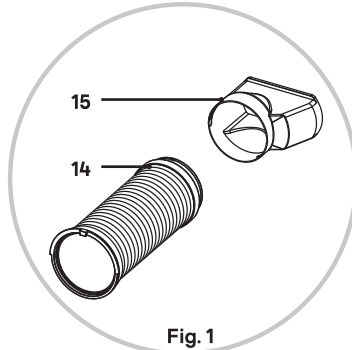

Fig. 1
2. Étendre le tuyau d'évacuation d'air chaud (12) à la longueur désirée et faire passer la buse d'évacuation (15) par une fenêtre ouverte.
3. Clipser et verrouiller la buse d'évacuation (15) sur le raccord du tuyau d'évacuation (14). (Fig. 1)